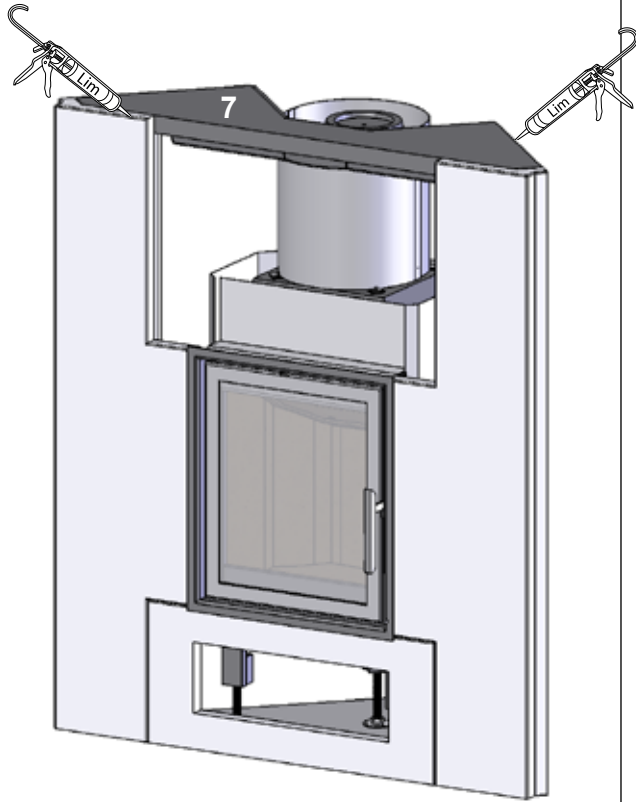

Рис. 10
Рис. 10: Используйте клейкую ленту или деревянную доску, чтобы передняя часть (8) прилегала плотно к облицовке, пока клей сохнет. Заполните все стыки с акриловым наполнителем для идеальной отделки. См. подробнее рис. Z. Швы не должны быть переполнены, но хорошо заделаны.